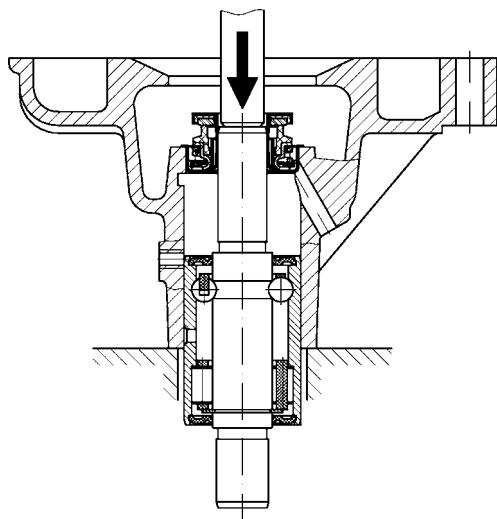

Рис. 4.52. Выпрессовка подшипника с валиком насоса системы охлаждения
-выпрессовать из корпуса подшипник (рис. 4.52). Выпрессовку подшипника производить на прессе или с помощью медной оправки. Для более легкой выпрессовки рекомендуется нагреть насос до температуры плюс 80 °C;